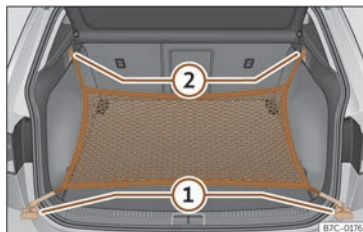

Fig. 170 En el maletero: argollas ① y ganchos ② para enganchar la bolsa de red.
- Fije los ganchos cortos de la red en las argollas de amarre >>> **fig. 170** ① >>> ⚠. La cremallera de la bolsa tiene que quedar hacia arriba.
- Fije las cintas en los ganchos para colgar bolsas ②.